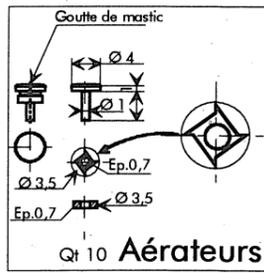

Fig. 14
**Aérateurs** (Fig. 14): Constitués de rondelles empilées suivant plan. Il faudra les coller après peinture de la caisse.